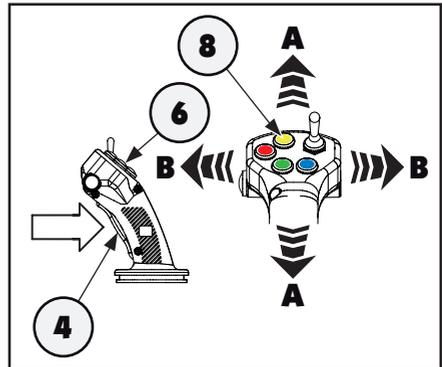
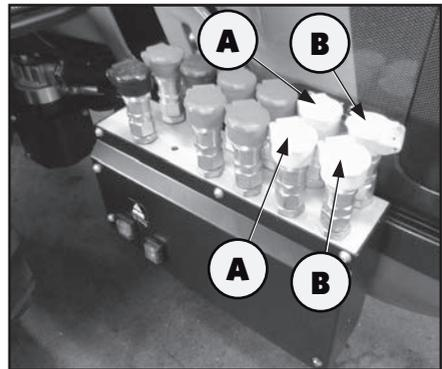

Abb. 5.66
Abb. 5.67
Wenn der Joystick (6) in die in der Abbildung (Abb. 5.66) gezeigte Richtungen bewegt und gleichzeitig die Sicherheitstaste (4) (Tot Mann-Taste) gedrückt wird, dann werden durch Drücken der gelben Taste (8) die Schnellkuppler gespeist, wie in Abbildung (Abb. 5.67) dargestellt.